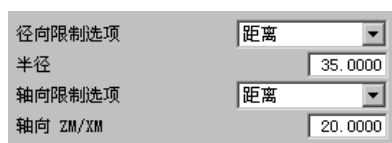

图 9.6 径向安全平面设置
Step4. 在“避让”对话框 **径向安全平面** 区域设置图 9.6 所示的参数，单击 **确定** 按钮。